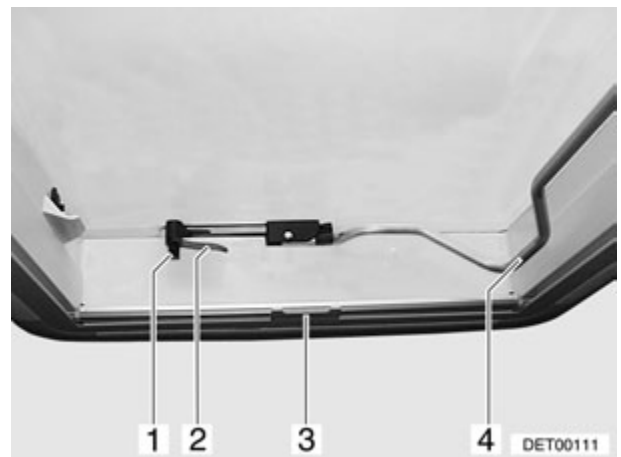
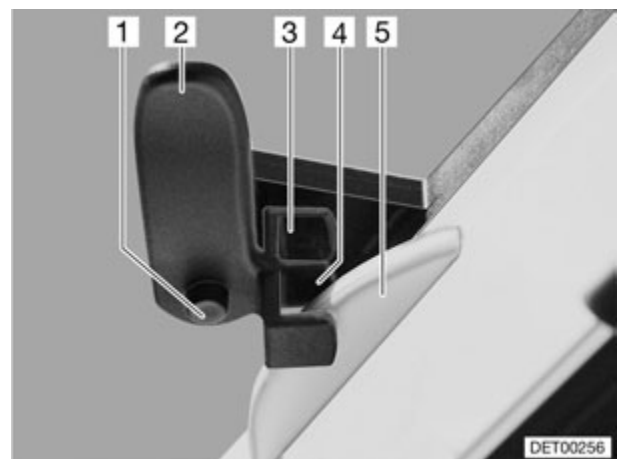

Fig. 43 Claraboya Heki cerrada
Fig. 44 Claraboya Heki en posición de ventilación 1
- Pulsar el botón de seguridad (Fig. 43,1) y girar la palanca de bloqueo (Fig. 43,2) un cuarto de vuelta hacia dentro.
- Tirar hacia abajo de la horquilla (Fig. 43,4) para desbloquearla.
- Girar la palanca de bloqueo (Fig. 43,2 y Fig. 44,2) un cuarto de vuelta. El saliente del bloqueo del techo (Fig. 44,5) debe encajar en la horquilla de bloqueo superior (Fig. 44,3).
- Presionar el botón de seguridad (Fig. 44,1) y girar hacia atrás la palanca de bloqueo (Fig. 44,2). El saliente del bloqueo del techo (Fig. 44,5) debe encajar en la horquilla de bloqueo inferior (Fig. 44,4).